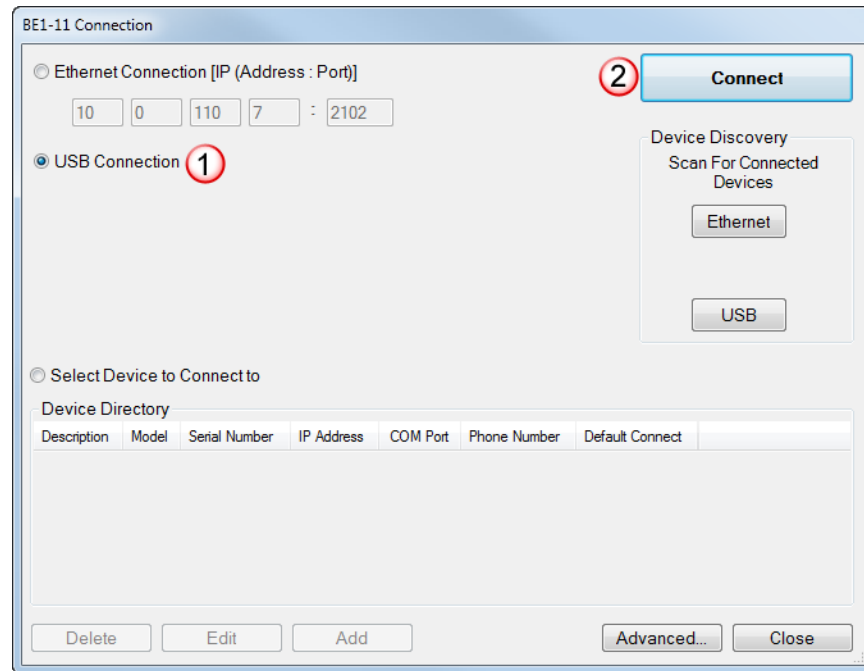

Figura 6. Pantalla de conexión de BE1-11
Aparece la pantalla Conexión de BE1-11, que se muestra en la Figura 6. Seleccione Conexión USB y luego haga clic en el botón Conectar.
Paso 2: Aparece la pantalla Conexión de BE1-11. Consulte la Figura 6. Seleccione Conexión USB y haga clic en Conectar.